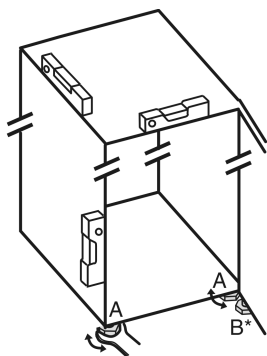

Fig. 51
- Kierrä säätöjalkoja Fig. 51 (A) mukana toimitetulla kiintoavaimella ja vesivaakaa apuna käyttäen ulos, kunnes laite on suunnattu tukevasti vaakatasoon.
- Kierrä laakerijalustassa olevaa säätöjalkaa Fig. 51 (B) mukana toimitetulla kiintoavaimella ulospäin, kunnes se koskettaa lattiaa.
- Kierrä säätöjalkaa Fig. 51 (B) vielä 90°.